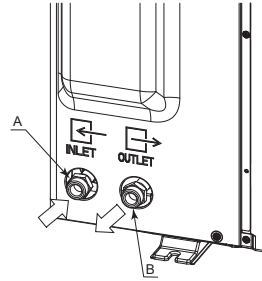

Fig. 6-1
6.1. Anslutning av vattenrör (Fig. 6-1)
- Utlopps- och inlopps-rörens placering visas i Fig. 6-1.
[Fig. 6-1]